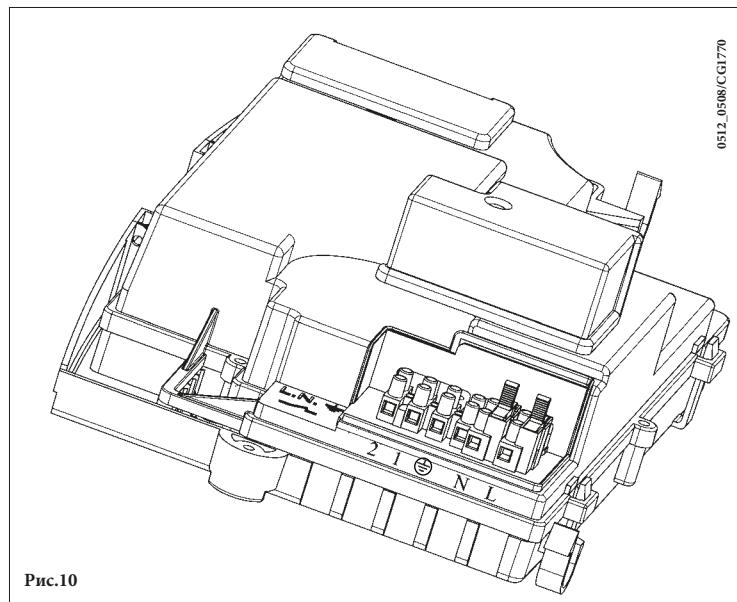

Рис.10
- для доступа к контактам снимите крышку (рис.10).
- откройте доступ к клеммам подключения электропитания (рис.10);
- подключите двухпроводной кабель, идущий от терmostата, к клеммам (1) и (2);
Если не используется комнатный термостат, необходимо поставить перемычку на контакты 1-2 клеммной колодки **M1** (рис. 10).